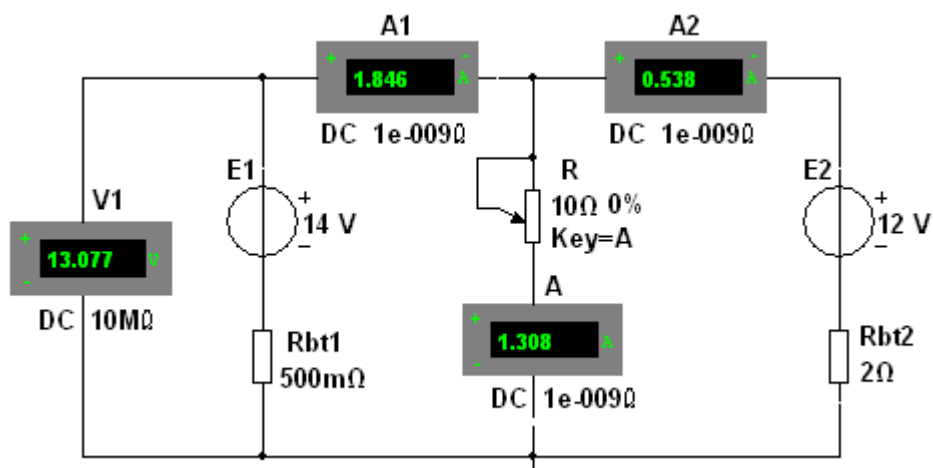

Рисунок 15
**Задание 2.** Собрать на рабочем поле среды MS схему для испытания двухконтурной схемы цепи постоянного тока (рис. 15).